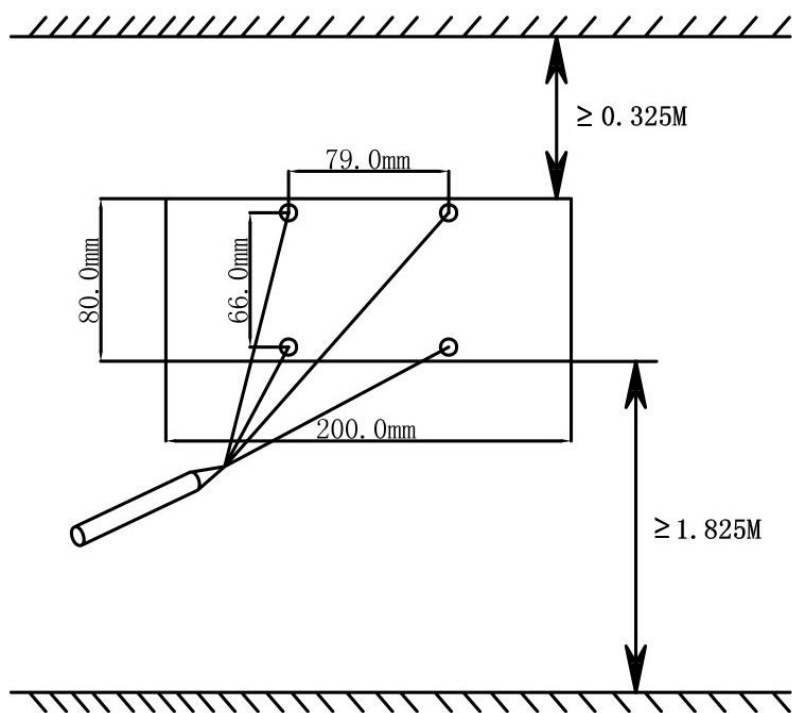

Fig.4
3. Finn den mest hensiktsmessige stillingen slik at du ikke sperrer tilgangen til trekkbryterledningen og bryteren, samtidig som du respekterer sikkerhetsavstandene som er angitt i figur 3. Marker hullene for montering på veggen der varmeapparatet skal installeres . Ta målene i figur 4 som referanse. Merk et kryss i midten av hullet for mer presis boring. (Se fig. 4)